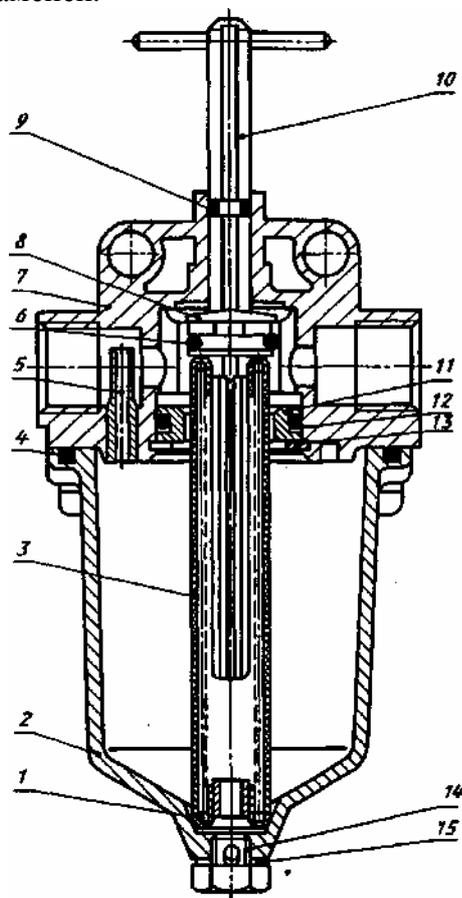

Рис. 69 Предохранитель от замерзания
5. ПРЕДОХРАНИТЕЛЬ ОТ ЗАМЕРЗАНИЯ (рис. 69)
При включенном предохранителе (**тяги 10 находится в верхнем положении**) воздух, нагнетаемый компрессором в пневмосистему экскаватора, обдувает смоченный спиртом фитиль 3 (рис. 69) и уносит пары спирта в систему. Спирт отбирает из воздуха влагу и превращает ее в незамерзающий конденсат. Тяга должна находиться в верхнем положении при температуре окружающего воздуха ниже +5°C.